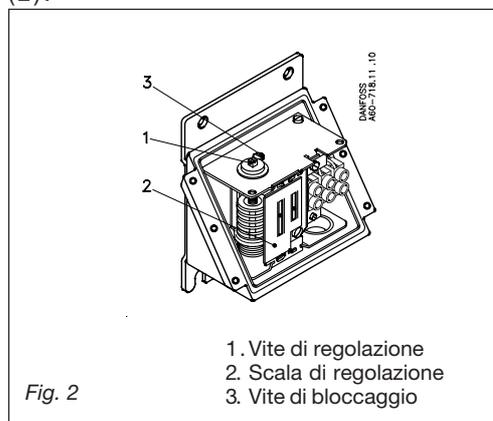

Fig. 2
Rimuovere il coperchio del termostato e allentare la vite di bloccaggio (3) fig. 2. Il campo è regolabile mediante la vite (1), mentre allo stesso tempo viene letta la scala (2).